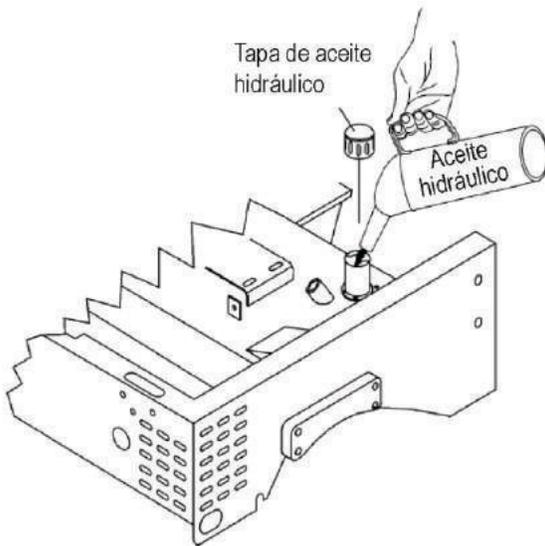

Figura 14. Puerto de llenado de la Reserva de Aceite Hidráulico
3. Si el nivel del aceite hidráulico es bajo, remueva la tapa del aceite hidráulico (Figura 14) y llene con **aceite hidráulico anti-desgaste tipo ISO46** hasta el nivel de operación recomendado.